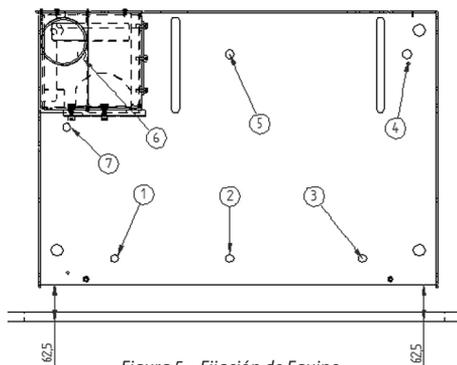

Figura 5 – Fijación de Equipo
- Como se puede ver en la Figura 5 ha de dejar una distancia de 62,5mm desde la base al frontal de la pared. Asegurando que queden perfectamente paralelas.